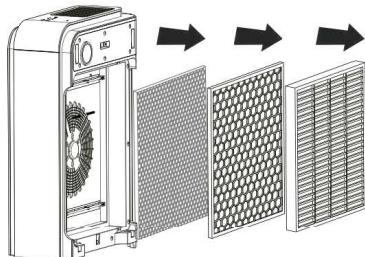

Abb. 3
4. Entfernen Sie HEPA- Filter (3), Aktivkohlefilter (4) und Fotokatalyse - Filter (5) vom Luftreiniger (Abb. 3).